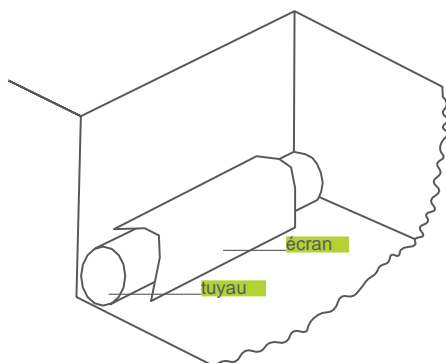

fig. 1 - protection au moyen d'un écran
2. En cas d'utilisation du feu, les installations de gaz doivent être protégées de tout dommage au moyen d'un matériel approprié (voir fig. 1). Des moyens de lutte contre l'incendie doivent être disponibles sur place. Il est interdit de s'approcher avec une flamme à moins de 0,60 m des installations de gaz en matière plastique (par exemple les tuyaux P.E.).